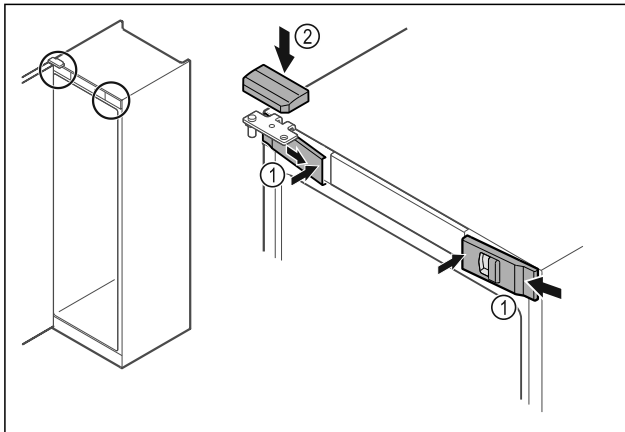

Fig. 51
- ▶ Передні кришки Fig. 51 (1) зачепити збоку та зафіксувати всередині.
- ▶ Зафіксуйте верхню кришку Fig. 51 (2) зверху.